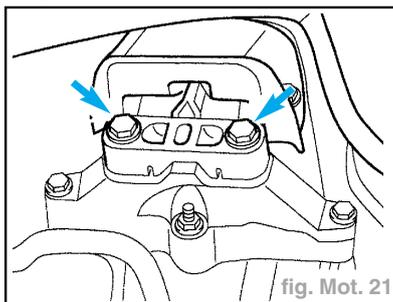

fig. Mot. 21
- Déposer les vis de la fixation du groupe motopropulseur côté gauche (flèches) (fig. Mot. 21).